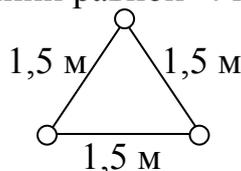

Рисунок 1.1.
Определить погонные параметры одноцепной воздушной линии (ВЛ) 6 кВ с проводами марки А25, расположенными на одностоечных опорах по вершинам равностороннего треугольника, расстояние между фазами 1,5 м (см. рис. 1.1). Составить схему замещения такой линии и вычислить ее параметры, принимая длину линии равной 4 км.
1. Определить погонные параметры одноцепной воздушной линии (ВЛ) 6 кВ с проводами марки А16, расположенными на одностоечных опорах по вершинам равностороннего треугольника, расстояние между фазами 1,5 м (см. рис. 1.1). Составить схему замещения такой линии и вычислить ее параметры, принимая длину линии равной 5 км.
2. Определить погонные параметры одноцепной воздушной линии (ВЛ) 6 кВ с проводами марки А50, расположенными на одностоечных опорах по вершинам равностороннего треугольника, расстояние между фазами 2,5 м (см. рис. 1.1). Составить схему замещения такой линии и вычислить ее параметры, принимая длину линии равной 6 км.
3. Определить погонные параметры одноцепной воздушной линии (ВЛ) 6 кВ с проводами марки А70, расположенными на одностоечных опорах по вершинам равностороннего треугольника, расстояние между фазами 3,5 м (см. рис. 1.1). Составить схему замещения такой линии и вычислить ее параметры, принимая длину линии равной 8 км.